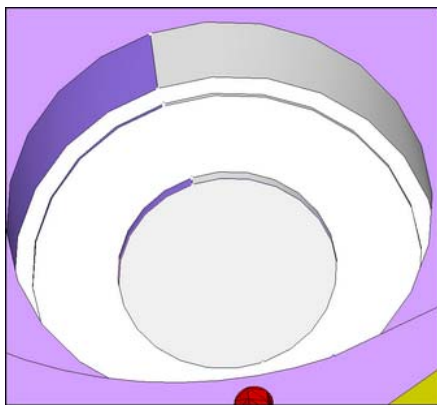

图 5-128 用户自定义特征 TopHole
(5) 单击 move 按钮，然后单击 return 按钮。
(6) 单击 () 按钮。
(7) 在弹出的 Define New 窗口中输入 TopHole，然后单击 OK 按钮。
(8) 选择模型顶部大型圆孔结构中的曲面，如图 5-128 所示。